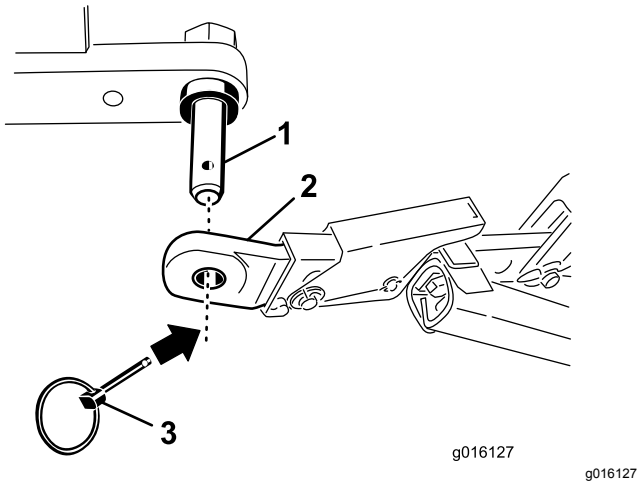

Figura 3
- Sujete los brazos de enganche inferiores a los pasadores de enganche del aireador con pasadores de seguridad (Figura 3).